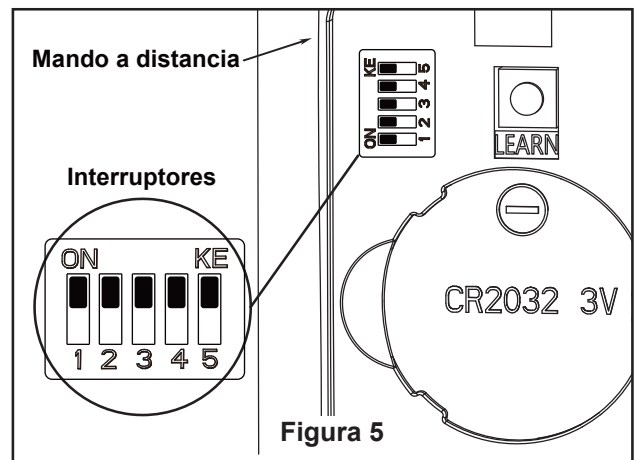

Figura 5
4. Una vez realizadas las conexiones, los cables deben ser colocados de forma extendida poniendo el conductor de la toma de tierra y el conductor de toma de tierra del equipo a un lado de la caja, colocando el conductor sin toma de tierra en el otro lado de la caja. gire los conductores hacia arriba y, con cuidado, colóquelos dentro de la caja de salida; con los conductores blancos y verdes hacia un lado y los conductores negros hacia el otro. (Figura 5)
7. Para configurar el código del mando a distancia a las mismas posiciones que en el receptor. Mueva los interruptores de código hasta colocar el código de selección en la posición arriba o abajo. Con un destornillador pequeño o con una lapicera (no se incluye) deslice firmemente hacia arriba o hacia abajo. (Figura 5)